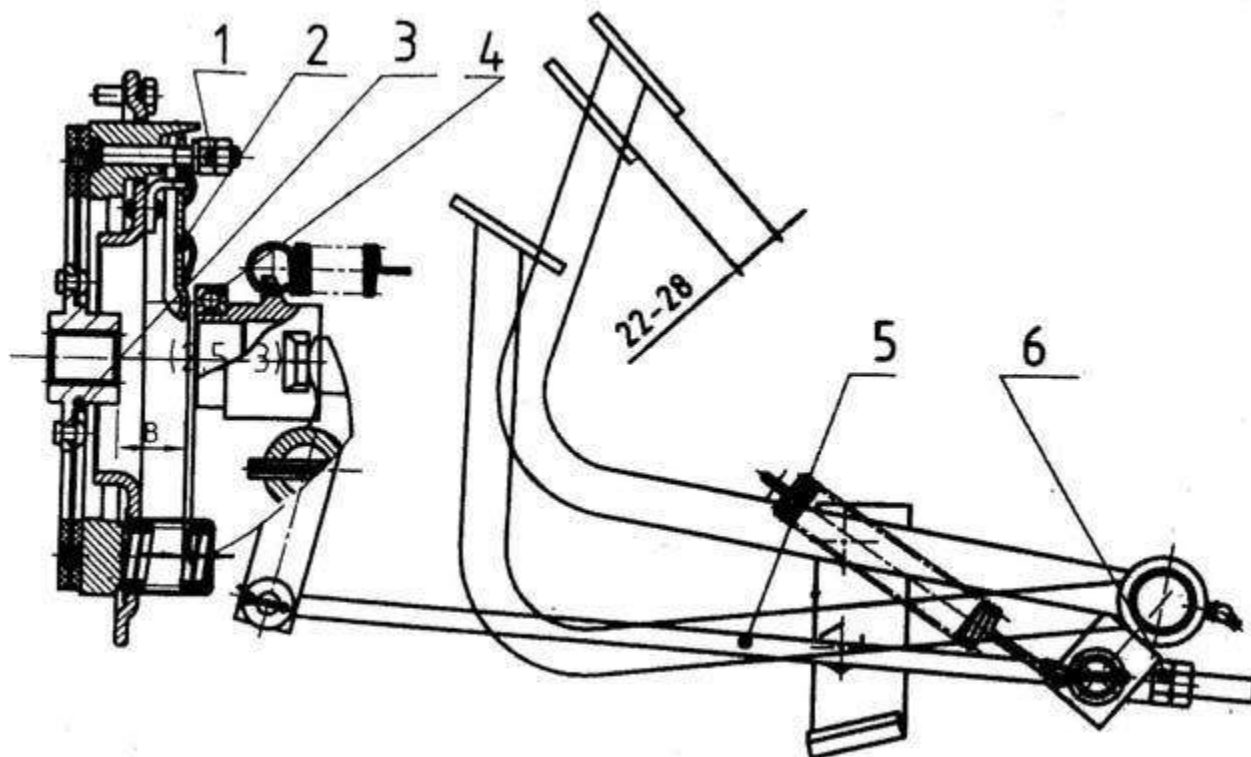

Рис. 4. Механизм сцепления.
5.2 Из-за постоянного износа детали сцепления во время использования, сцепление начнет проскальзывать, или не будет полностью выжиматься. Так что сцепление необходимо настроить вовремя. Схема сцепления показана на рис. 4. Оно преимущественно состоит из трех частей: ведущая часть, ведомая часть и контролируемая часть. Ведущая часть вращается с маховым колесом. Ведомая часть может вращаться с двигателем, только когда сцепление зацеплено. Настройка положения педали сцепления: когда переключается сцепление, закручивается настраивающая гайка (1), до тех пор пока расстояние «В» между рычагом и концентратором ведомой пластины (3) достигает 35 мм, и три освободившихся рычага должны быть в одной плоскости с допустимой погрешностью от 0.00 до 0.35 мм. Настройка свободного хода педали сцепления: поверните гайку (6), чтобы изменить эффективную длину главной тяги (5) свободного перемещения "А" до педали сцепления в пределах от 22 до 28 мм. Проверьте и убедитесь в правильности свободного хода педали регулировки сцепления.